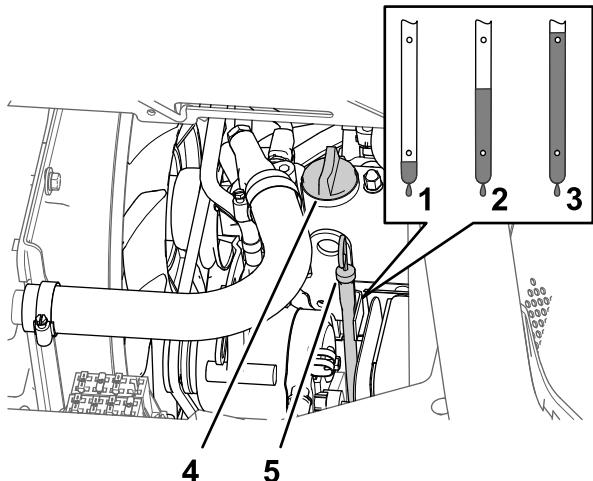

図 73
- 助手席の下にあるディップスティックを抜きウェスで一度きれいに拭く(図 73)。
- オイルの量が不足している場合は、バルブカバーについている補給口のキャップ図 73を取り、ディップスティックの FULL マークまで、補給管からオイルを補給する。
- キャップを取り付ける図 73。
- ディップスティックをしっかり差し込んで終了図 73